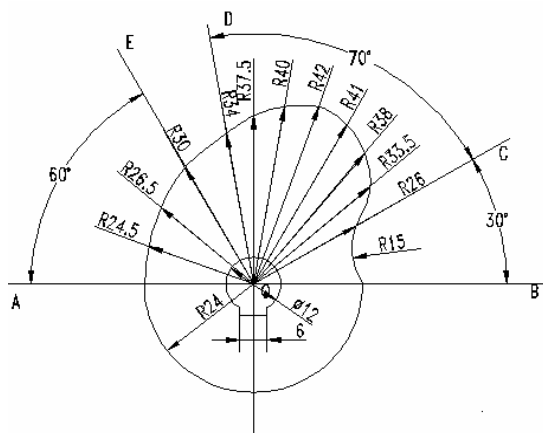

图 7-3-21
STEP 03 用同样的方法标注 OD 与 OC、OC 与 OB 间的夹角，标注完成的图形如图 7-3-21 所示。
STEP 04 选取样条曲线、圆弧和偏线段，在线宽控制中选择 0.3 毫米。完成后的螺母如图 7-3-21 所示。